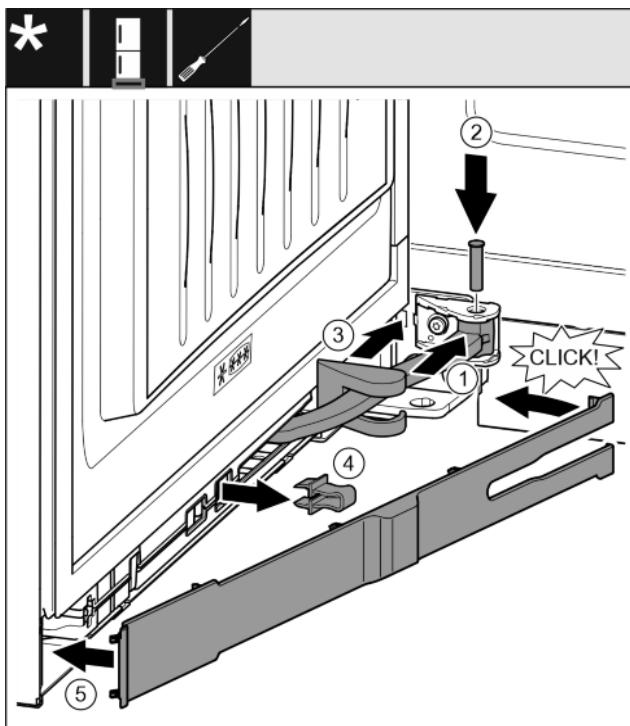

Fig. 37
- Gelenk in Aufhängung drehen. Fig. 37 (1)
- Bolzen mit einem Schraubendreher T15 in Aufhängung und Gelenk einsetzen. Dabei darauf achten, dass der Rastnocken korrekt in der Nut sitzt. Fig. 37 (2)
- Lagerbockabdeckung entlang des Gelenks schieben und über der Aufhängung montieren. Fig. 37 (3)
- Sicherung abnehmen. Fig. 37 (4)
- Blende griffseitig ansetzen und einschwenken. Fig. 37 (5)